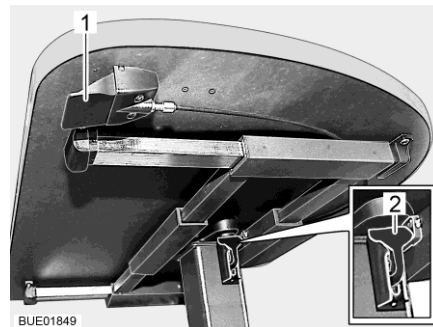

Fig. 54 Tavolo rialzabile con tasto di sblocco
- Tirare o spingere la leva di serraggio (Fig. 54,2) verso il basso.
- Premere verso l'alto la leva di serraggio (Fig. 54,2).
- Premere e tenere premuto il tasto di sblocco (Fig. 54,1). Il piano del tavolo va automaticamente verso l'alto fino al fine corsa.
- Rilasciare il tasto di sblocco (Fig. 54,1). Il piano del tavolo rimane nella posizione selezionata.
- Premere e tenere premuto il tasto di sblocco (Fig. 54,1).
- Rilasciare il tasto di sblocco (Fig. 54,1). Il piano del tavolo rimane nella posizione più bassa.